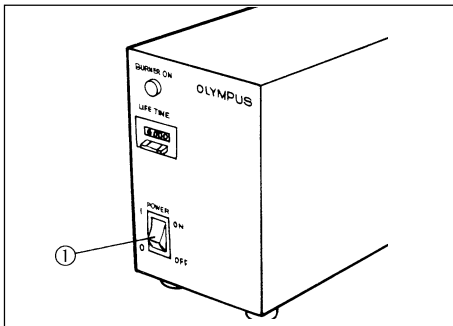

Fig. 9
Poner el interruptor primario ① de la fuente de alimentación en “ I ” (Conectado). Se necesitan entre 5 y 10 minutos para que el arco se estabilice después de encenderse la lámpara. (Fig. 9)